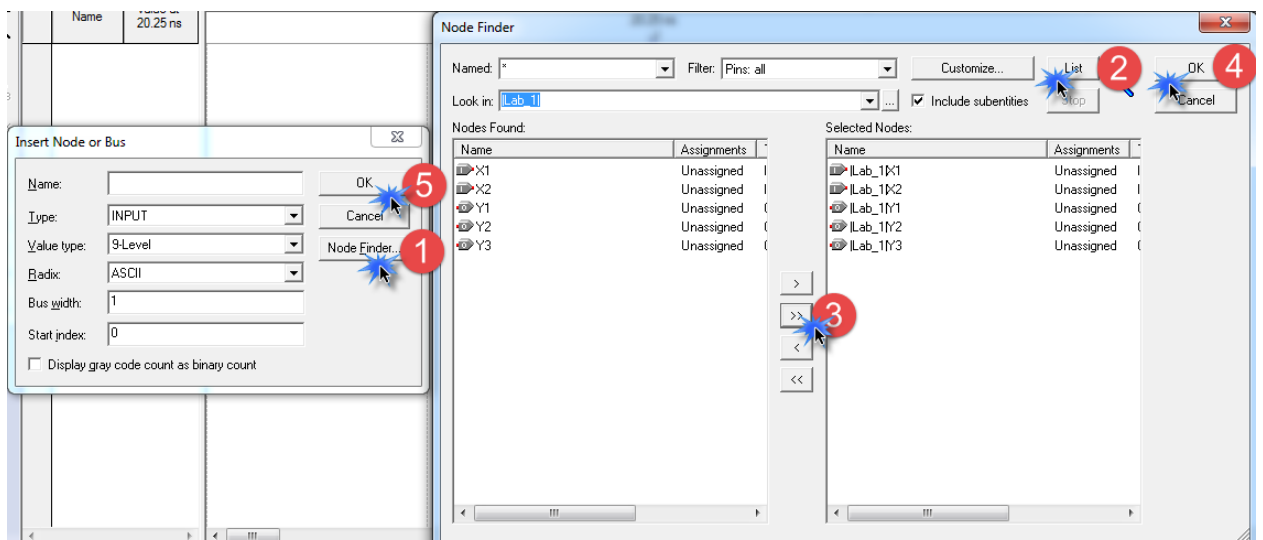

Рис. 1.5
11. Додати до файлу вхідних сигналів входи та виходи схеми: **Edit -> Insert -> Insert Node or Bus....** У вікні, що відкриється необхідно вказати входи та виходи відповідно до послідовності дій, вказаної на рис. 1.5.